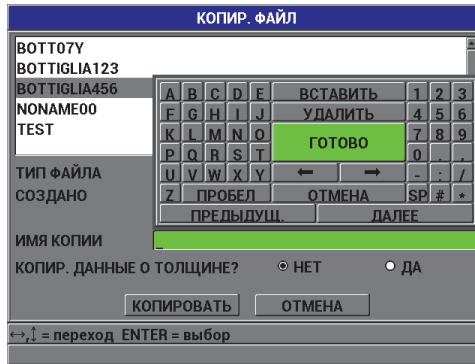

Рис. 7-10 Копирование файла
2. В окне **КОПИР. ФАЙЛ** (см. Рис. 7-10 на стр. 129) выделите в списке нужный исходный файл и нажмите [**ENTER**].